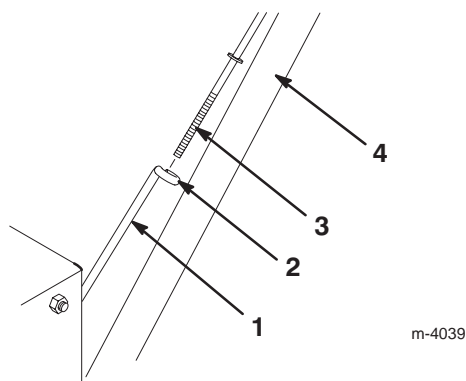

Figure 4
3. Tenez l'ensemble mancheron en position de montage et insérez la tige de traction supérieure dans la boucle de la tige de traction inférieure (Fig. 4).